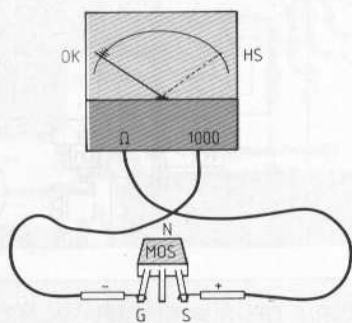
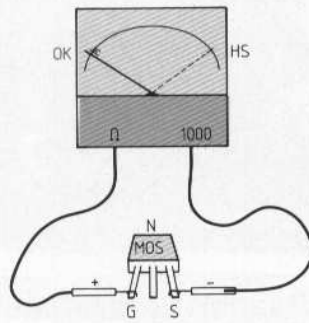
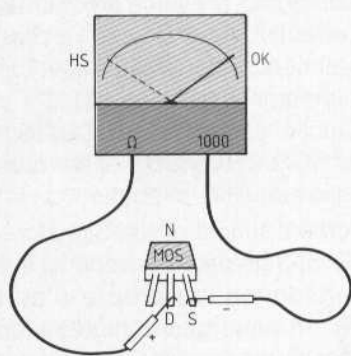
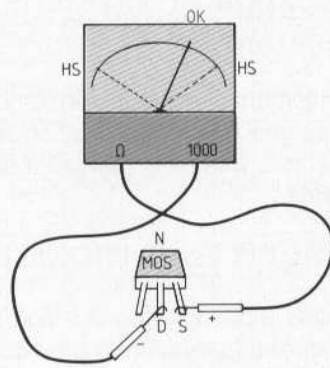

Fig. 2 : Charge inverse Gate/Source.
Fig. 3 : Charge directe Gate/Source.
Fig. 4 : Contrôle conduction ou blocage du canal.
Fig. 5 : Test diode inverse.
B) Chargez en inverse la capacité Gate/Source (comme en figure 2). L'ai-
C) Inversez alors vos sondes pour charger l'espace Gate/Source en direct, à la tension de la pile de l'ohmmètre (fig. 3) puis, **sitôt l'aiguille retombée (OK), passez votre + de Gate en Drain** (Fig. 4), le N-MOS doit conduire à fond si la pile dépasse 3 V. Sinon il est coupé (HS) ce qui est rarissime, ou plutôt, vous avez posé le doigt sur la Gate en annulant sa charge. Refaites alors 2, 3 et 4 dans l'ordre.
D) Déchargez ensuite la Gate comme en figure 2, puis, sans la toucher du doigt toujours, **refaites vite le test** de la figure 4 où cette fois-ci, aucune conduction Drain/Source ne doit être possible (OK), sinon, la moindre déviation franche et persistante indique un claquage (HS) allant jusqu'à la fusion D/S en général.
E) Croisez enfin les sondes en passant de figure 4 à figure 5 pour **vérifier que la diode** technologique inverse Source/Drain, conduit comme une diode et non à fond (HS) ou pas du tout, ce qui est rarissime (désintégration).